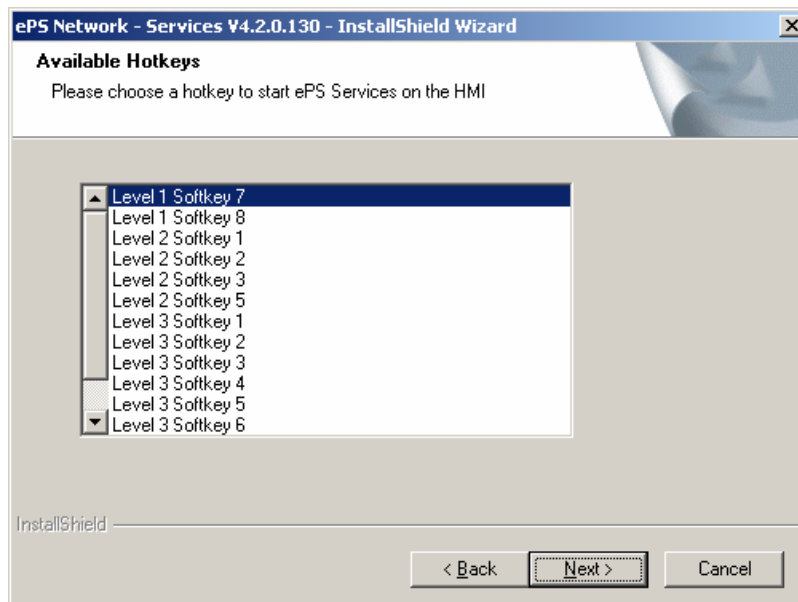

Bild 2-9: Hotkey auswählen
- Hotkey auf der Bedienoberfläche wählen → Bild 2-9: Hotkey auswählen